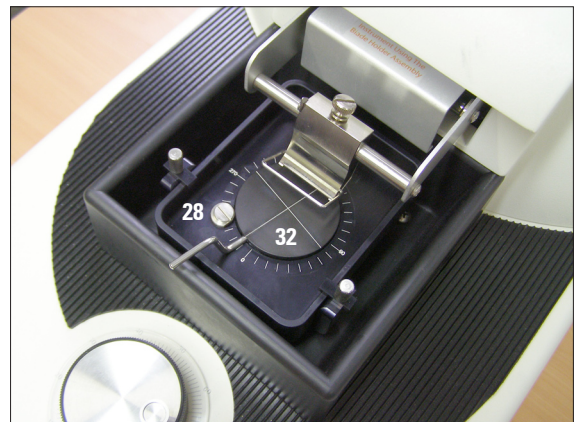

Abb. 14
- Dann die Probenwanne mit den Klemmstücken (29) und Rändelschrauben (30), auf beiden Seiten der Aufnahme festschrauben.
- Den Proben-Teller (32) auf die dafür vorgesehene Fläche einsetzen und mit der Schlitzschraube (28) festklemmen (Abb. 14).